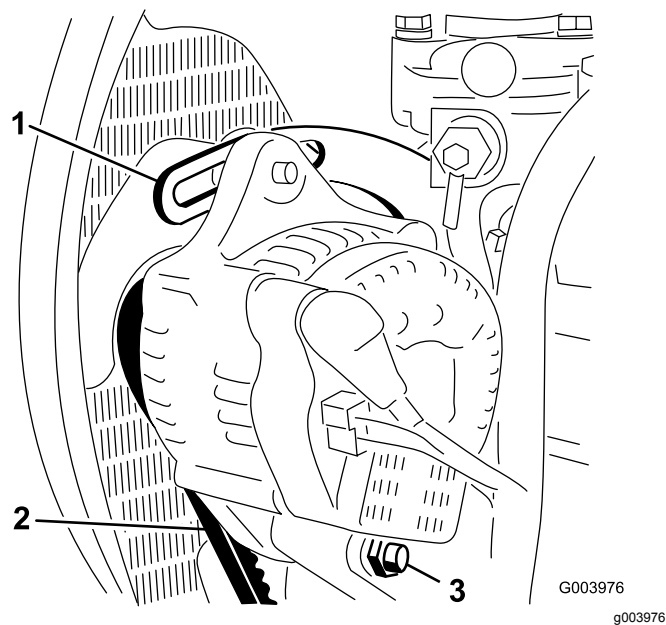

図 66
2. オルタネータ側プーリとクランクシャフト側プーリ間の中央部でオルタネータベルト(図 66)を指で10 kg程度の力で押してベルトの張りを点検する。
3. ブレースをエンジンに固定しているボルト 図 66 と、オルタネータをブレースとピボットボルトに固定しているボルトをゆるめる。